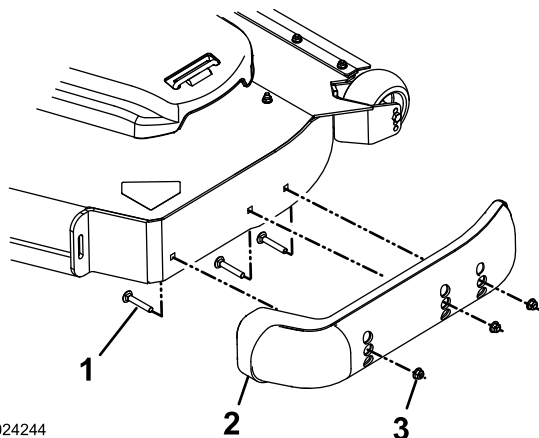

Figure 31
3. Retirez les boulons à embase et les écrous de chaque patin (Figure 31).